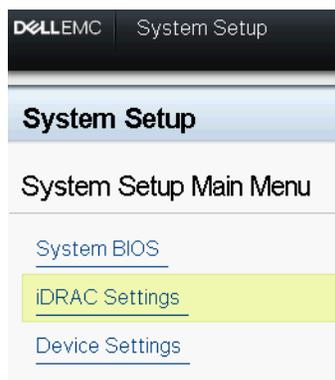

Abbildung 6-2. Systemeinrichtung, Geräteeinstellungen
2. Rufen Sie das Konfigurationsmenü **Device Settings** (Geräteeinstellungen) des Programms **System Setup** (Systemeinrichtung) für das System-BIOS auf (siehe Abbildung 6-2).